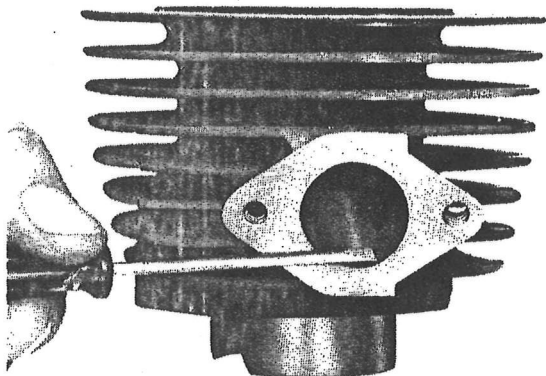

fig. 11
- bescherm de boring met een doek tijdens het ontkolen van de uitlaatpoort (fig. 11). Neem eventuele bramen weg aan deze poort met een stukje fijn schuurlijnen, gedrenkt in olie of petroleum